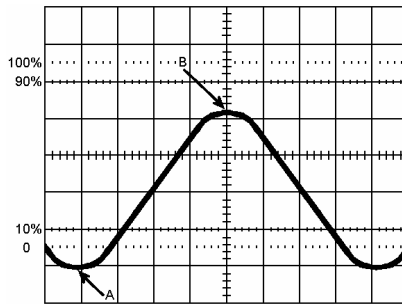

Рисунок 4-3
(1) Подключите источник сигнала к входу Y INPUT [19].
(2) Переключателем VOLTS/DIV добейтесь, чтобы сигнал занимал около 5 делений по вертикали экрана, и установите регулятор VOLT VAR в крайнее по часовой стрелке положение (калиброванное значение коэффициента вертикального отклонения).
(3) При помощи регулятора уровня синхронизации получите устойчивое изображение сигнала.
(4) Переключателем коэффициента развертки получите на экране один период сигнала.
(5) Отрегулируйте вертикальное положение, чтобы нижняя точка осциллограммы совпала с горизонтальной линией сетки экрана (рис. 4-3 (A)).
(6) Отрегулируйте горизонтальное положение, чтобы верхняя точка осциллограммы совпала с вертикальной линией сетки экрана (рис. 4-3 (В)).
(7) Определите число делений по вертикали между точками А и В.
(8) Вычислите напряжение размаха сигнала U по следующей формуле:
Например, на рис. 4-3 число делений по вертикали между точками А и В – 4.1, а коэффициент вертикального отклонения с пробником 10:1 – 2 В/ДЕЛ, значит $U = 2 \times 4.1 = 8.2$ (В)